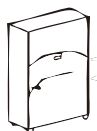

FIG 1
1. Después de que la estufa se ha extraído de su embalaje, quite el panel posterior del interior de la cavidad trasera (Fig 1).